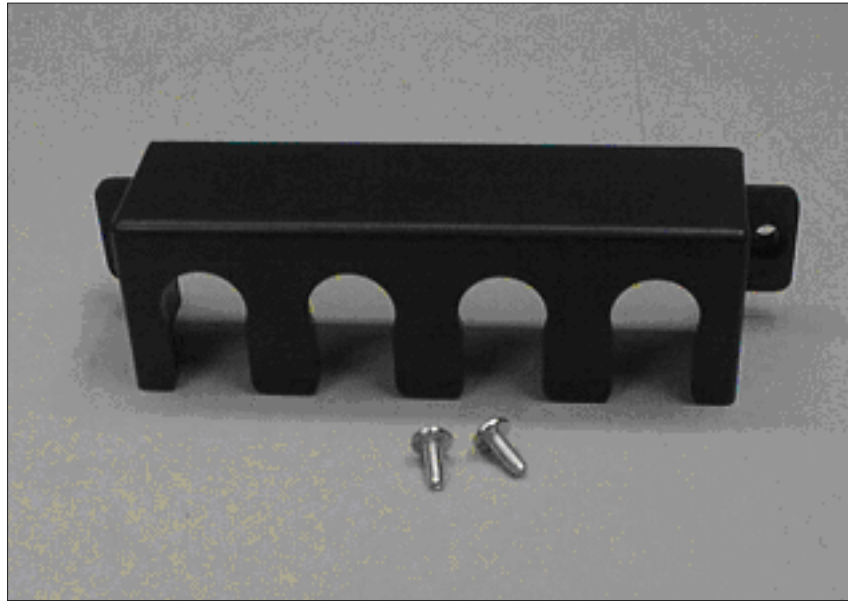

图 18. 2145 UPS-1U 电源线固定支架硬件
- 从包中取出支架和两颗螺钉（如第 23 页的图 18 所示）。